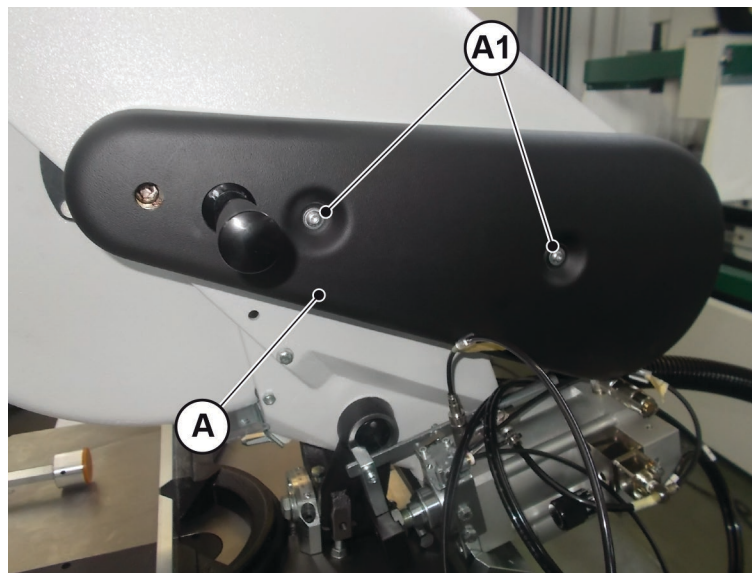

Fig. 09-11
- Extraer el cárter "A" (Fig. 09-11) desenroscando los dos tornillos de fijación "A1" (Fig. 09-11).
- Montar y fijar el cárter de protección “A” (Fig. 09-11).